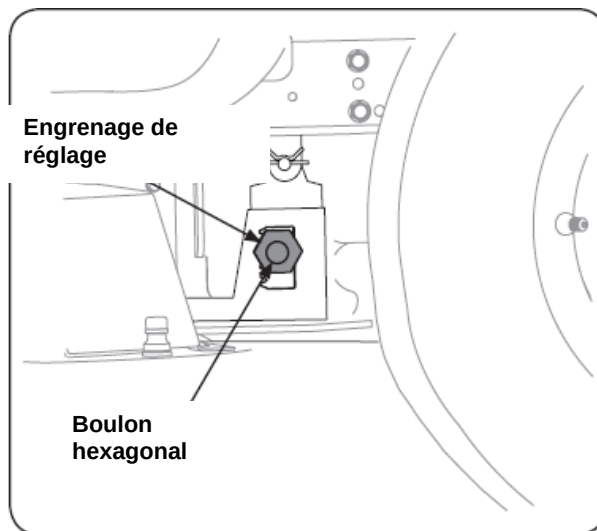

Figure 6-5
4. À l'aide d'une clé, élevez ou abaissez le côté gauche du plateau en tournant les engrenages de réglage. Consultez la Fig. 6-5.
1. Desserrez, mais N'enlevez PAS, le boulon hexagonal sur le support de l'étrier du plateau à gauche et arrière, à droite. Consultez la Fig. 6-5.
2. À l'aide d'une clé, élevez et abaissez les côtés gauche et droit du plateau en tournant les engrenages de réglage. Consultez la Fig. 6-5.